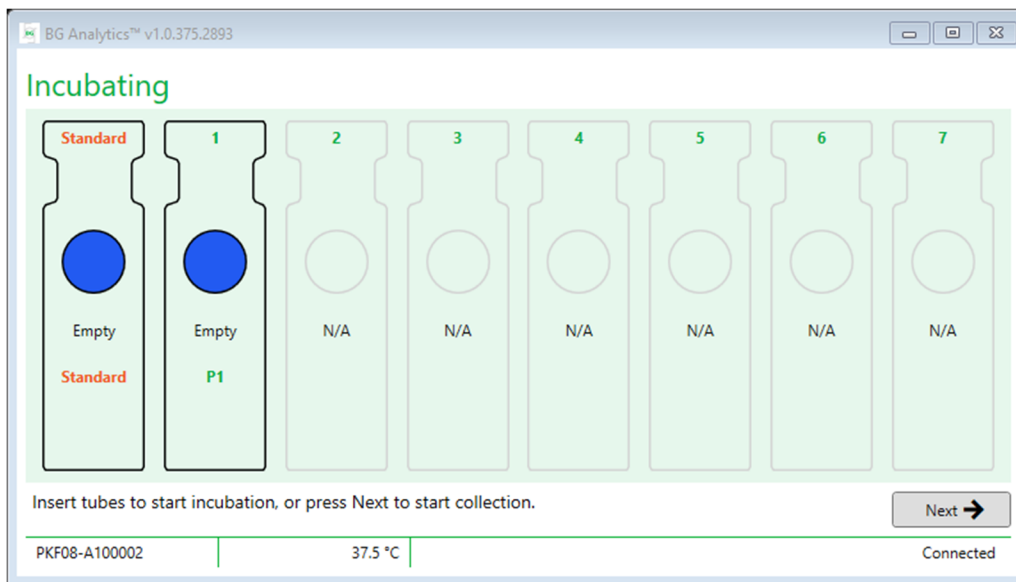

Bild 9. BG Analytics® inkubationsskärm
- På **inkubations**-skärmen är brunnarna färdiga för isättning av rören, när brunnarnas status anges som "Tom" (Bild 9). Den första brunnen till vänster är märkt **Standard** och den är avsedd för STAT STD-röret, medan de övriga brunnarna, märkta **1** till **7**, är avsedda för patientprover.